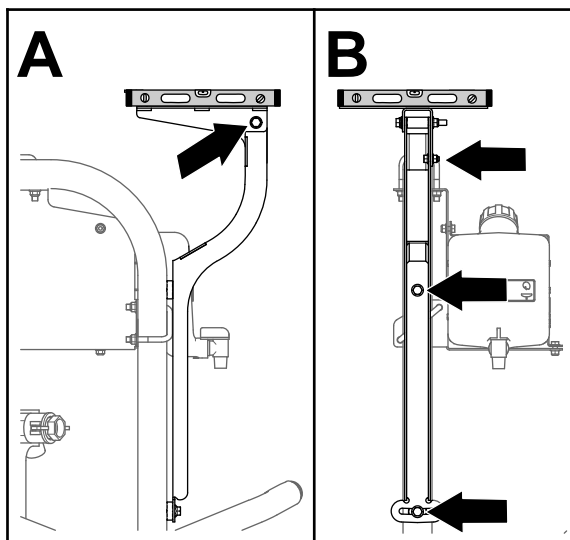

Figura 155
3. Nivele a placa do recetor da esquerda para a direita (Figura 155).
5. Nivele a placa do recetor da frente para trás (Figura 155).